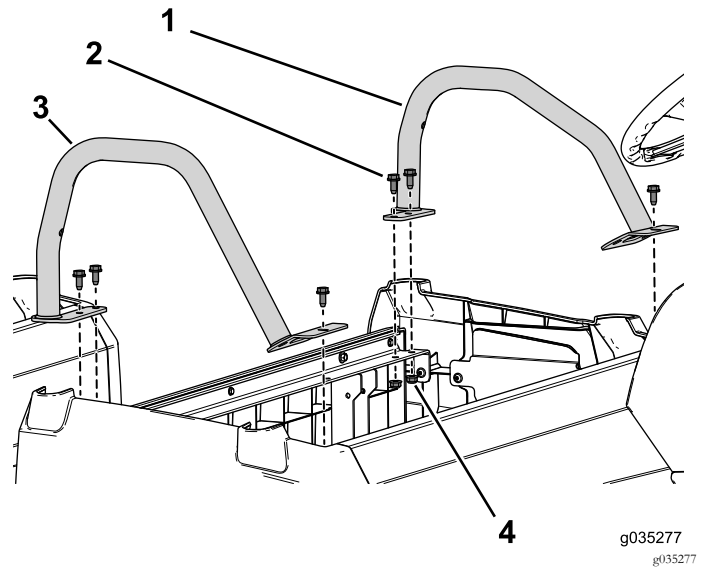

Bild 51
- Befestigen Sie die linken und rechten Hüftgurte mit den sechs Bundbolzen (3/16" x 3/4") und Bundmuttern am vorderen Sitzunterteil (Bild 51).